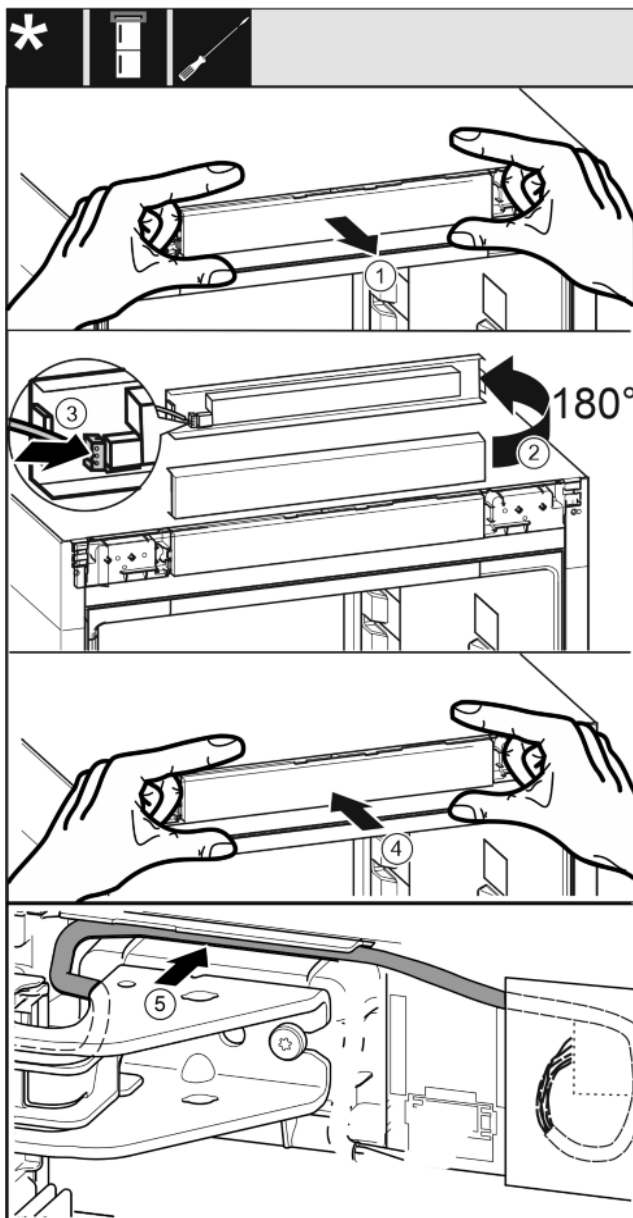

Fig. 34
- ▶ Extraer cuidadosamente el panel de mando. Fig. 34 (1)
- ▶ Girar el panel 180° hacia arriba. Fig. 34 (2)
- ▶ Encajar el conector en el panel parcial de mando. Fig. 34 (3)
- ▶ Volver a encajar el panel de mando en el aparato. Fig. 34 (4)
- ▶ Tender cuidadosamente el cable gris en la guía situada encima del soporte de apoyo superior. Fig. 34 (5)